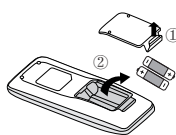

Fig.1
1. Ridicați capacul în direcția săgeții (conform ilustrației din Fig 1 ①).
2. Scoateți bateriile inițiale (conform ilustrației din Fig 1 ②).